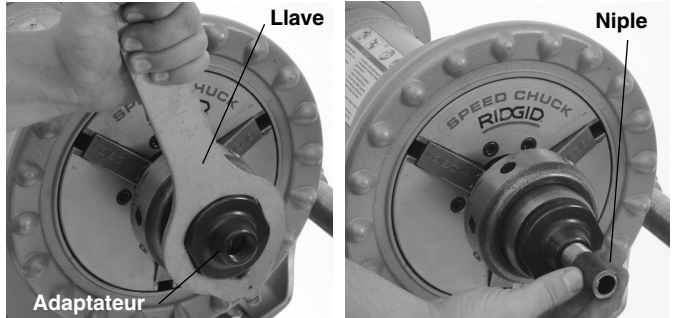

Figura 3 – Montaje del adaptador del mandril niplero y niple
8. Instale un adaptador para tubos del tamaño apropiado y apriete con la llave (Figura 3). Quite la llave.